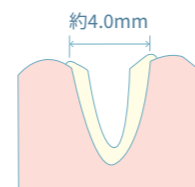

図2 支台歯形成
- 支台歯の形成を凹面状(直径 約4.0mm)にすると吸着面を低くすることができます。(図2参照)